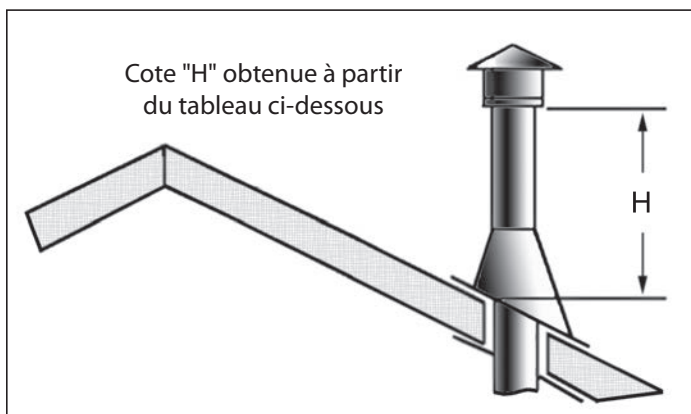

Figure 55: Hauteur de la terminaison verticale; se référer au Tableau 8.
- ÉTAPE 8.** Continuez d'ajouter des sections de tuyau jusqu'à ce que la hauteur du capuchon de ventilation respecte les exigences minimales du code. Reportez-vous à la Figure 55 et au Tableau 8. Notez que pour les pentes de toit raides, la hauteur de ventilation doit être augmentée. Par vent fort, les arbres à proximité, les lignes de toit adjacentes, les toits à forte pente et d'autres facteurs similaires peuvent entraîner un faible tirant d'eau ou un tirant d'eau inférieur. Dans ces cas, l'augmentation du niveau de ventilation peut résoudre le problème.